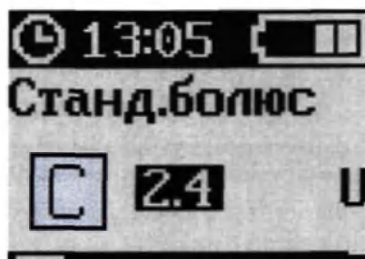

Рисунок 94 – Экран «СТАНД.БОЛЮС» (доза)
4. Кнопками «ВВЕРХ» и (или) «ВНИЗ» выбрать необходимую дозу инсулина (рисунок 94).